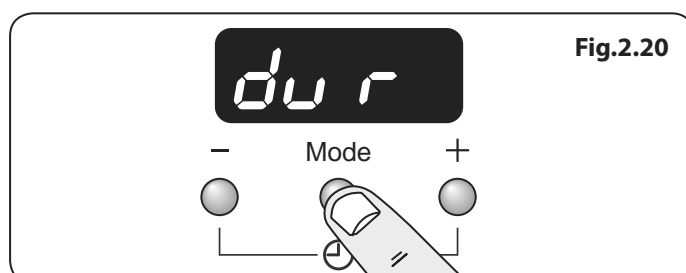

Fig.2.20
1. Appuyer sur le bouton mode [Mode] jusqu'à ce que l'écran clignote (dur) (Fig.2.20).